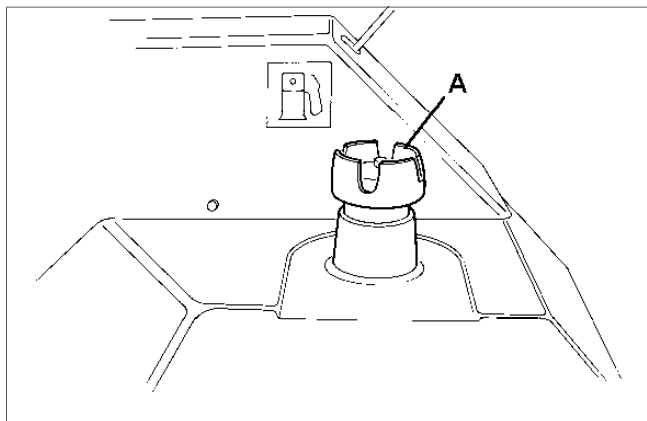
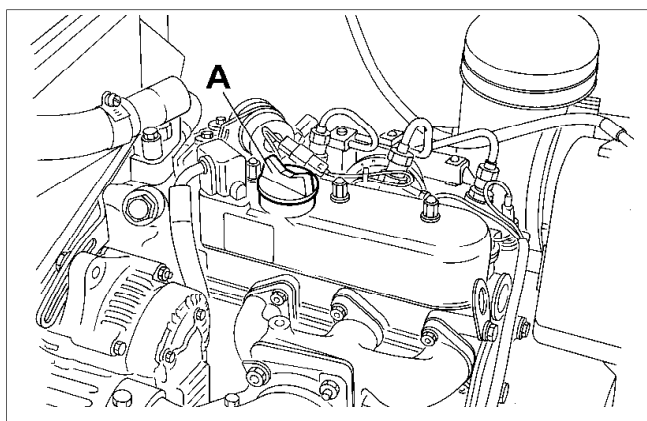
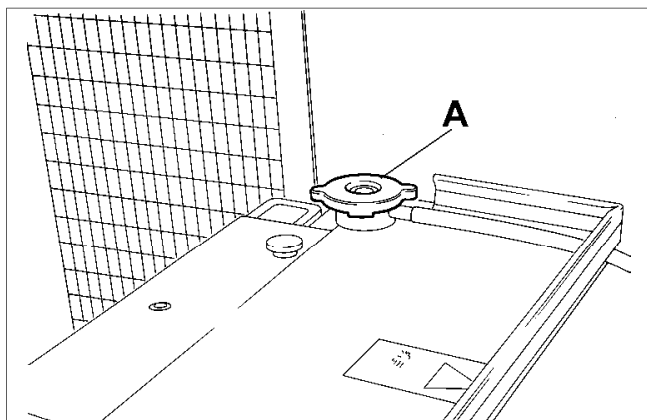
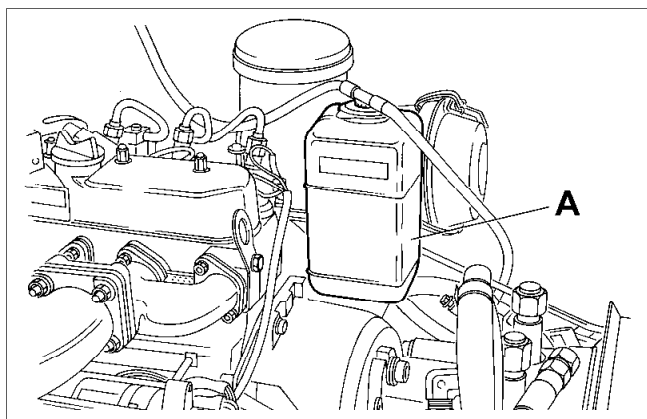

Fig.12
Fig.13
Fig.14
Fig.15
Antes de arrancar el motor es necesario llenar el depósito de combustible (A Fig. 12) con Diesel, llenar el colector del motor por el llenador (A Fig. 13) con aceite y llenar el radiador (A Fig 14) y depósito de expansión (A Fig. 15) con una solución anticongelante al 50%.
- (a) Llenar el depósito de combustible (A Fig. 12) con Diesel Nº 2-D (ASTM D975)
- (a) Llenar el colector del motor con aceite de grado API CC/CD/CE por el llenador (A Fig. 13) (ver también el gráfico en la página 14).
Llenar el radiador (A Fig 14) y llenar a la mitad el depósito de expansión (A Fig. 15) con una solución anticongelante al 50%. Capacidad 4,26 litros.